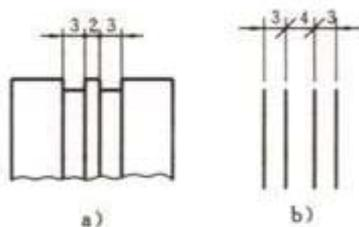

图 13
- 6.3 同一张图样中一般只采用一种尺寸线终端的形式。当采用箭头位置不够时，允许用圆点或斜线代替箭头，见图 13。